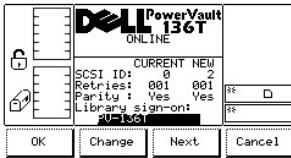

Abbildung 67. Dialogfeld "Setup" > "Library" > "SCSI" > "Library Sign-On"
- 1 Wenn die Taste unter dem Softkey **Next** gedrückt wird, wird das nächste Feld der Liste zum aktiven Feld Wenn das nächste Feld das Feld **Library sign-on** ist, siehe Abbildung 67.